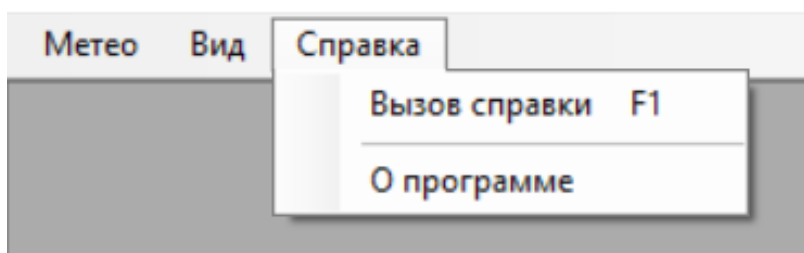

Рисунок 2.16 – Пункт меню «Справка»
2.6.4 Пункт меню «Справка» (рисунок 2.16)